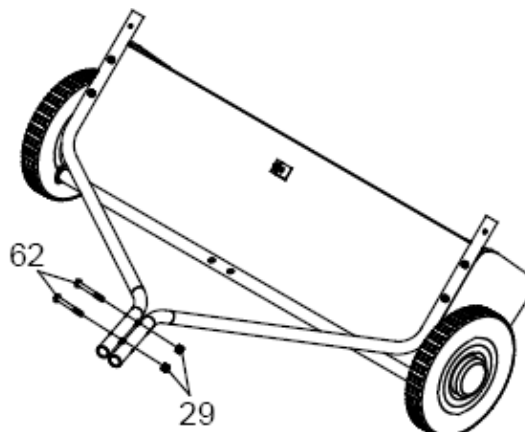

Abbildung 3
- Fügen Sie die beiden Kupplungsrohre (C und H) zusammen und verbinden Sie diese mit zwei Sechskantschrauben M8x65 (62) und zwei Sicherungsmuttern (29) (siehe Abbildung 3). Ziehen Sie diese noch nicht fest!